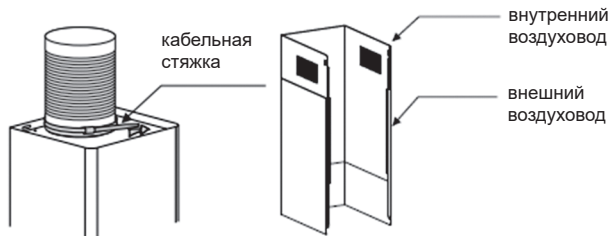

Рис. 4
6. Вставьте внутренний дымоход во внешний дымоход. См. рис. 4.